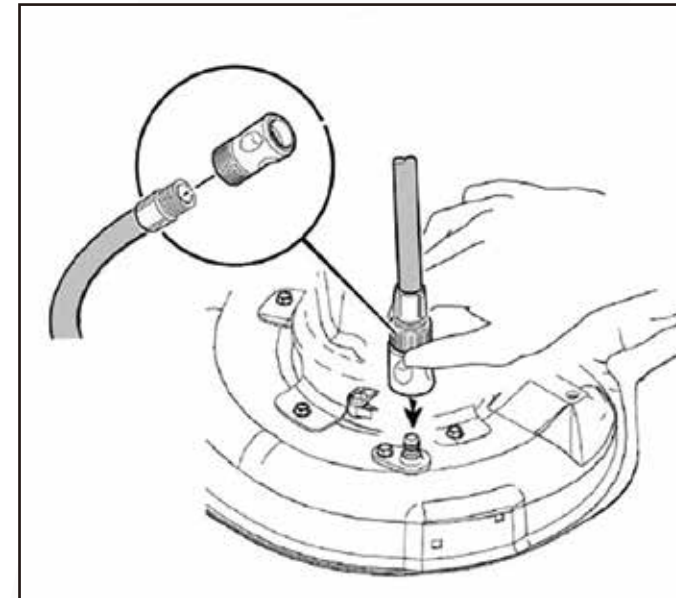

Fig. 23
6. Inicie la Toma de Poder (PTO, por sus siglas en inglés) para activar las cuchillas del tractor cortacésped. La rotación de las cuchillas y el agua van a limpiar la parte de abajo de la cubierta del tractor cortacésped. (Fig. 23)